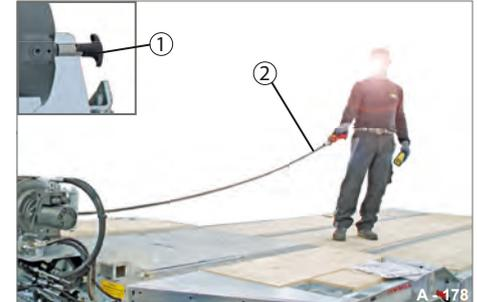

Abb. 225 Beispiel: Seil abwickeln
- ▶ Prüfen, dass der Kupplungshebel (Abb. 225/1) eingerastet ist.
- ▶ Die Taste der Fernbedienung drücken und halten. Das Seil (Abb. 225/2) wird langsam ausgewickelt.